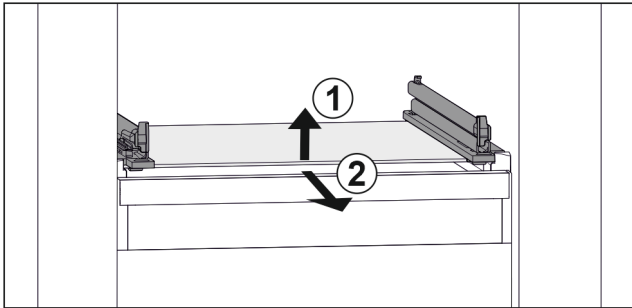

Fig. 112 Beispielhafte Darstellung der Glasplatte
- ▶ Glasplatte vorne anheben. Fig. 112 (1)
- ▶ Glasplatte nach vorne entnehmen. Fig. 112 (2)